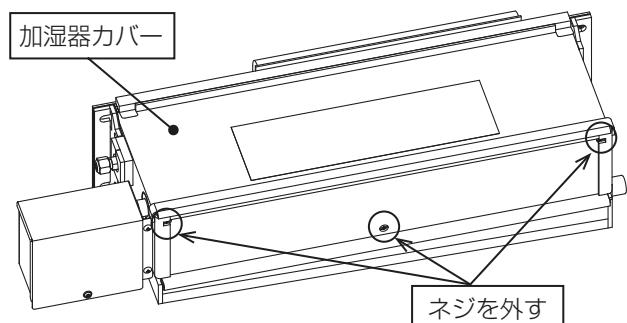

図12
1) 加湿器カバーを外してください。(ネジ3本) (図12)